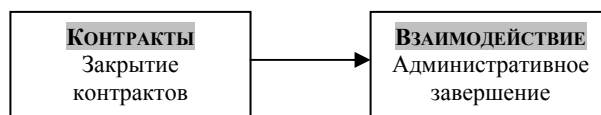

Рис. 9
Процессы завершения (5) упорядочивают закрытие проекта и состоят из процессов *закрытия контрактов* и *административного завершения* (рис. 9), а именно: